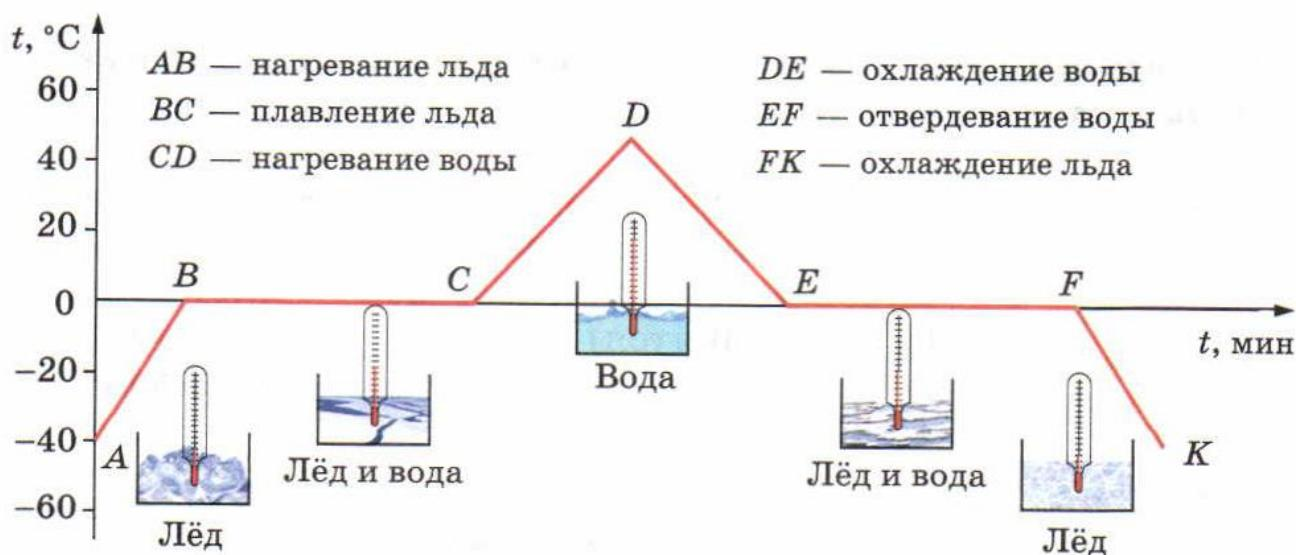

Рис. 18. График зависимости температуры льда от времени нагревания
Плавление кристаллического тела — сложный процесс. Для его изучения рассмотрим график зависимости температуры кристаллического тела (льда) от времени его нагревания (рис. 18). На нём по горизонтальной оси отложено время, а по вертикальной — температура льда.
- Пользуясь графиком (см. рис. 18) и текстом, относящимся к нему, объясните, что происходит с водой в отрезки времени, соответствующие каждому из участков графика.
Кристаллические твёрдые тела, как мы видели (см. рис. 18), плавятся и отвердевают при одной и той же строго определённой для каждого вещества температуре. Иначе ведут себя аморфные вещества, например смола, воск, стекло. При нагревании они постепенно размягчаются, разжижаются и, наконец, превращаются в жидкость. Температура их при этом изменяется непрерывно. При отвердевании аморфных тел температура их также понижается непрерывно.